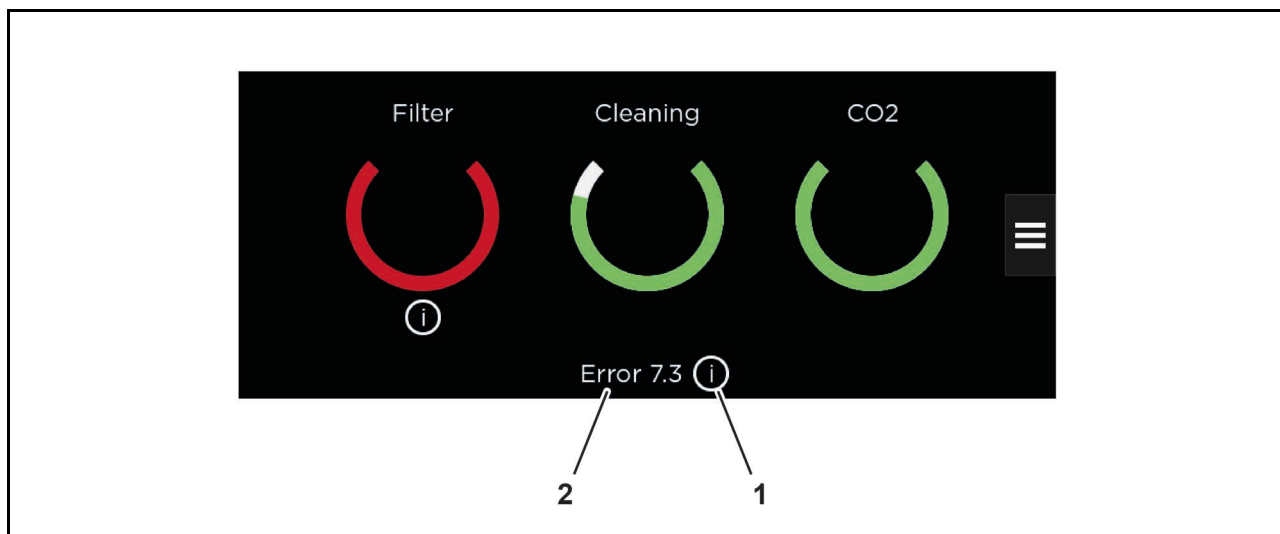

Abb. 69 Komunikat o błędzie (przykładowa grafika)
1. Komunikat o błędzie (symbol informacji): naciśnięcie tego przycisku (Abb. 69/1) powoduje pojawienie się opisu błędu.
2. Kod błędu: kod błędu (Abb. 69/2) służy do identyfikacji właściwego błędu. Szczegółową listę błędów i środków w celu jego usunięcia można znaleźć w rozdziale 9.